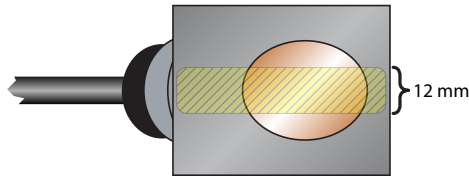

Abbildung 8: Auftragen des Koppelmittels
3. Eine einzelne, etwa 12 mm breite Schicht des Koppelmittels auf die ebene Fläche des Sensors auftragen. Siehe Abbildung 8. Das Koppelmittel wird mit den Sensoren mitgeliefert. Im Allgemeinen wird ein Schmierfett auf Silikonbasis als Koppelmittel verwendet, aber jede fettähnliche Substanz von guter Qualität, die so ausgelegt ist, dass sie bei der Betriebstemperatur des Rohrs nicht fließt, ist akzeptabel. Für Rohroberflächentemperaturen über 55° C ist Hochtemperaturpaste (D002-2011-012) oder silikonfreie Paste (D002-2011-009) zu verwenden.
5. Eine etwa 12 mm breite Schicht des Koppelmittels auf die ebene Fläche der Sensoren anbringen. Siehe Abbildung 8 auf Seite 6.
3. Eine etwa 12 mm breite Schicht des Koppelmaterials auf die ebene Fläche der Sensoren anbringen. Siehe Abbildung 8 auf Seite 6.
10. Eine etwa 12 mm breite Schicht des Koppelmittels auf die ebene Fläche des Sensors auftragen. Siehe *Abbildung 8 auf Seite 6*. Das Koppelmittel wird mit den Sensoren mitgeliefert. Im Allgemeinen wird ein Schmierfett auf Silikonbasis als Koppelmittel verwendet, aber jede fettähnliche Substanz von guter Qualität, die so ausgelegt ist, dass sie bei der Betriebstemperatur des Rohrs nicht fließt, ist akzeptabel. Für Rohroberflächentemperaturen über 55° C (130° F) ist Hochtemperaturpaste (P.N. D002-2011-012) oder silikonfreie Paste (P.N. D002-2011-009) zu verwenden.